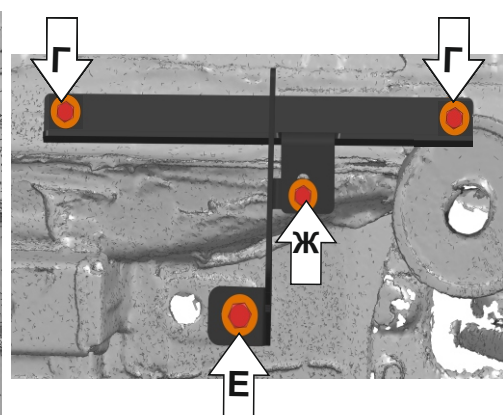

Рис. 6
7. Задний кронштейн установить, как показано на (Рис. 6). Опору заднего кронштейна закрепить болтами M8x30 с шайбами 8 ув. (Г). Задний кронштейн в задней части закрепить болтом M10x30 с шайбой 10 ув. (Е), в передней части закрепить в отверстиях опоры заднего кронштейна болтом M8x16 с шайбой 8 ув (Ж).